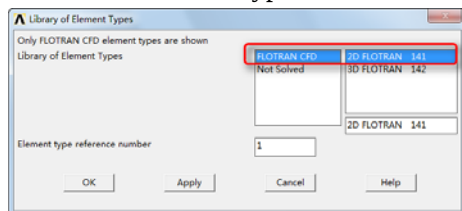

图 9-6 “Library of Element Types”对话框
②单击“Add”按钮，会弹出“Library of Element Types”对话框。
③在“Library of Element Types”列表框中选择“FLOTRAN CFD”和“2D FLOTRAN 141”，在“Element type reference number”输入框中输入 1，如图 9-6 所示。单击“OK”按钮关闭“Library of Element Types”对话框。